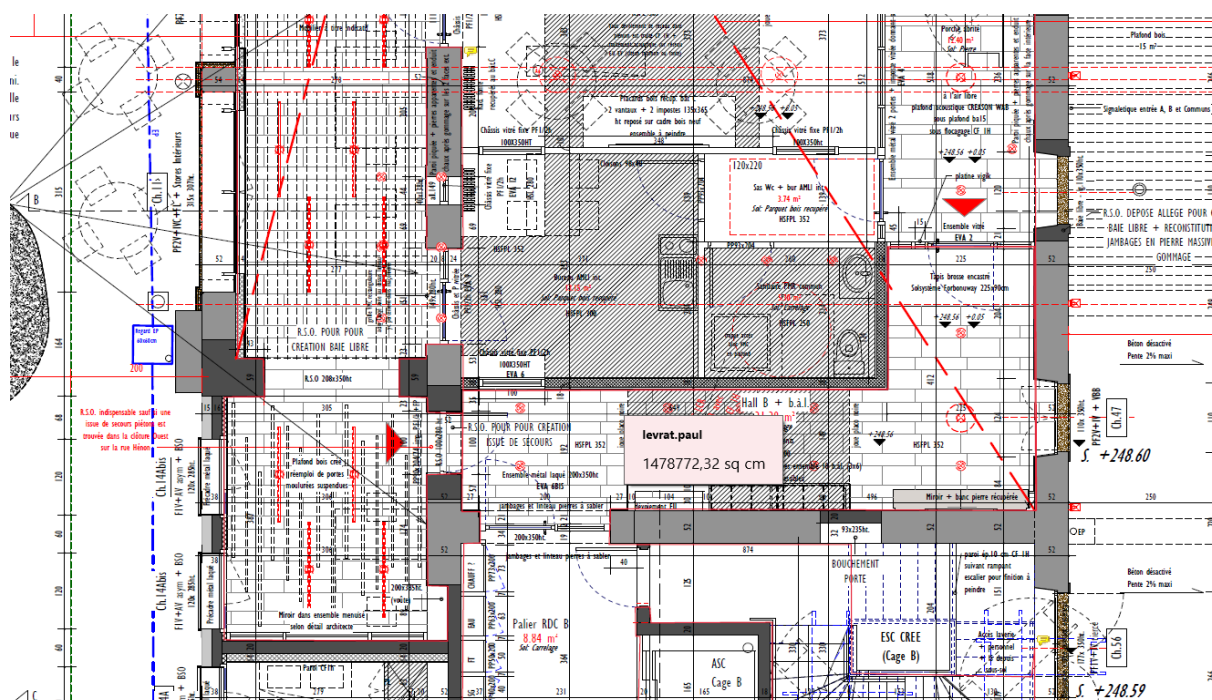

Figure 13 : exemple de métré sur le plan RdC du bâtiment B
- **La maîtrise des plans et dessins techniques.** Mes missions me demandaient de savoir lire, d'interpréter et de comprendre les plans architecturaux, mais aussi structurels (phases d'exécution), d'installation, d'aménagement, etc. Cet exercice est crucial pour comprendre les spécificités du projet. Étant donné ma spécialisation en architecture, je connaissais les rudiments de lecture de plans, mais la précision et la complexité de ceux-ci (voir figure 13) m'a permis de beaucoup développer mes connaissances. J'ai aussi appris à mettre en commun les plans architecturaux, les schémas techniques et les très nombreux plans différents selon chaque lot, afin de communiquer efficacement avec les différentes personnes présentes sur le chantier, mais aussi d'appréhender la complexité des interdépendances entre le gros œuvre et tous les corps d'état qui vont intervenir sur le chantier.